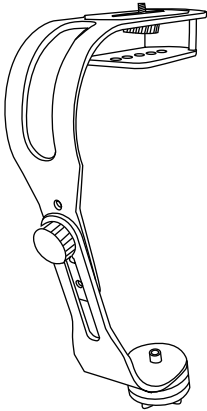

図 1
1. ウェイト固定ボルトを緩め、カウンターウェイトを図 1 のように設置し、ボルトを締め仮止めします。